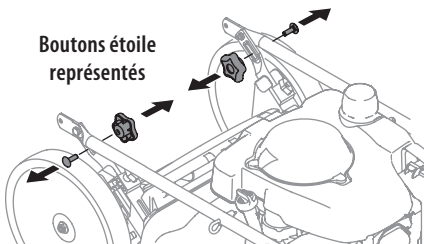

Figure 1
2. Retirez les boutons étoile ou les écrous papillon et les boulons de carrosserie du guidon (Figure 1). Ne desserrez pas les autres boulons qui se trouvent à proximité et ne les retirez pas.